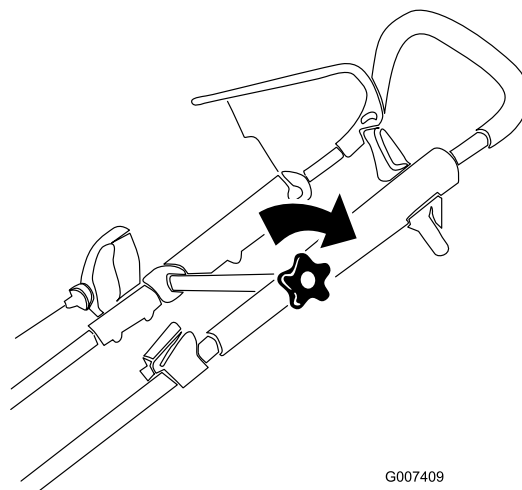

Figure 19
3. Serrez solidement le bouton de la partie supérieure du guidon (Figure 19).